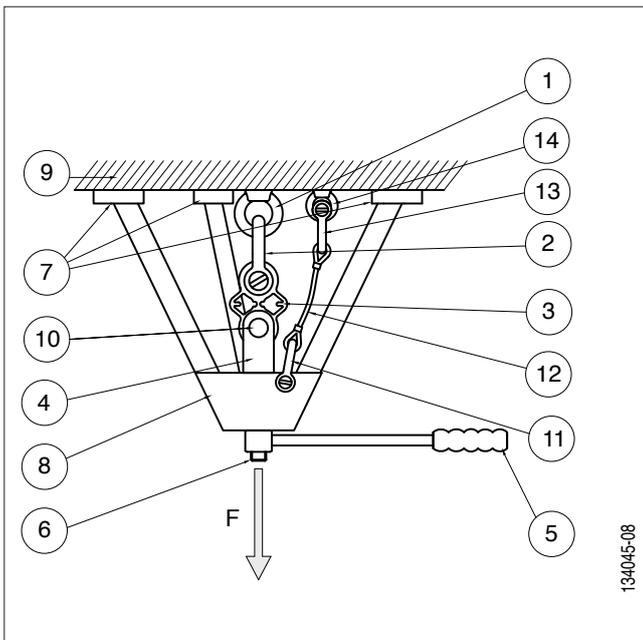
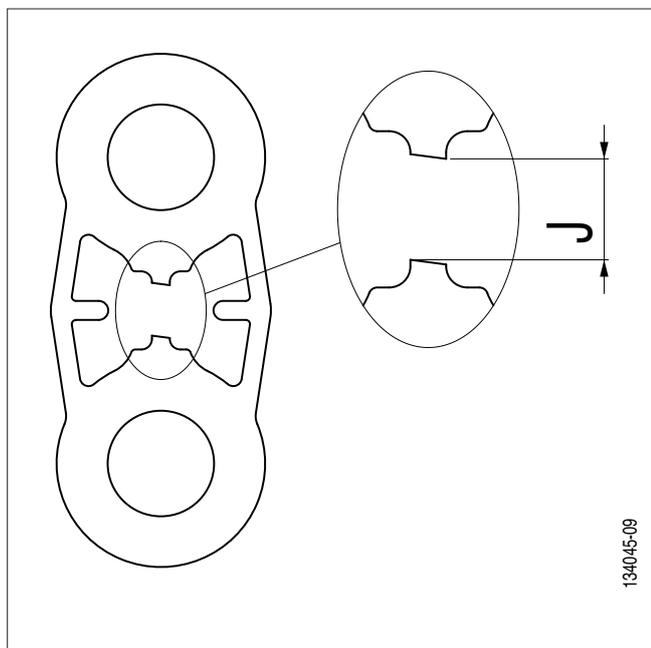

Fig. 6
Fig. 7
- 1 appareil de mise en charge à actionnement manuel de type trépied (voir fig. 6, chapitre 4.2, page 5),
- 1 dispositif de sécurité pour la retenue du dispositif de mise en charge, en cas de rupture du point d'ancrage à tester, comprenant (voir fig. 6, page 5) :
- 1 élingue de sécurité de longueur appropriée (voir fig. 6, chapitres 4.2 et 4.3, page 5),
! DANGER : Pour tester un point d'ancrage à l'aide de la plaquette de test TA, l'opérateur doit impérativement utiliser un appareil de mise en charge de type trépied à actionnement manuel qui aura été spécifiquement étudié et dimensionné en vue de pouvoir être utilisé pour la mise sous charge de traction sans risque du point d'ancrage à tester (fig. 6) ou tout autre appareil de mise sous charge de traction de la plaquette de test TA spécialement étudié et dimensionné pour être utilisé en toute sécurité.
L'ensemble des vérifications avant installation décrites ci-dessous, fait référence à la fig. 6.
L'ensemble de la procédure décrite ci-dessous, fait référence à la fig. 6.
! **DANGER** : Le jeu 'J' maximum (fig. 7, jeu J) ne doit pas dépasser 15 mm.
- 1) Augmenter progressivement la charge en agissant sur l'appareil de mise en charge (fig. 6, page 5, repère 8). L'opérateur devra impérativement regarder en permanence la plaquette afin de pouvoir stopper la mise en charge juste après la rupture de la section 'S' de la plaquette (fig. 7).
2) A la rupture de la section indicatrice 'S' de la plaquette de test TA (fig. 7), l'opérateur doit immédiatement stopper son action sur l'appareil de mise en charge au risque de rompre totalement la plaquette.
L'ensemble de la procédure décrite ci-dessous, fait référence à la fig. 6, page 5.
8. De continuer la mise en charge de la plaquette de test TA après rupture de la section indicatrice 'S' (cf. chapitre 5.2, fig. 7, page 6).